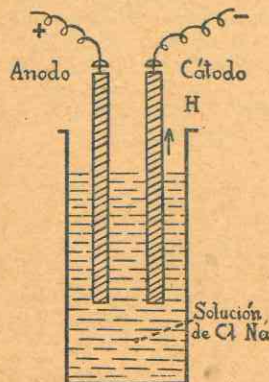

Fig. 353. — Electrólisis del cloruro de sodio en solución OH.
b) Por electrólisis de una solución acuosa de cloruro de sodio (fig. 353):